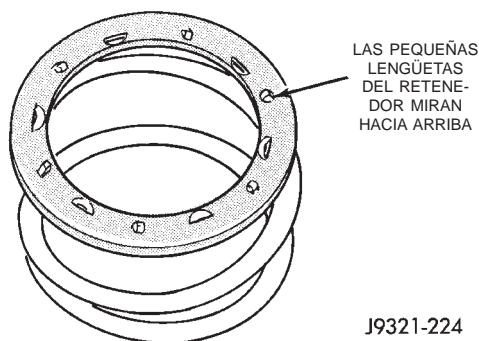

Fig. 138 Posición de instalación correcta del retenedor de muelle
(6) Coloque el retenedor de muelle sobre el muelle del émbolo (Fig. 138). **Asegúrese de que el retene-**